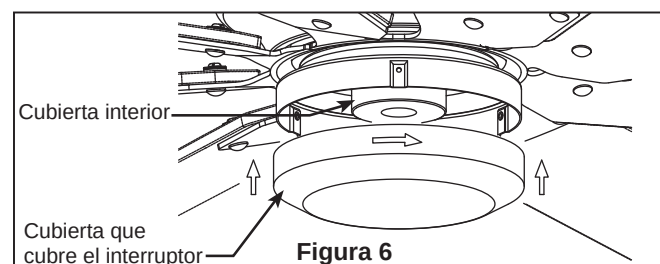

Figura 6
- ☐ 6. Monte el cubierta que cubre el interruptor en la cubierta interior interruptor girándolo en el sentido de las agujas del reloj. (Figura 6)